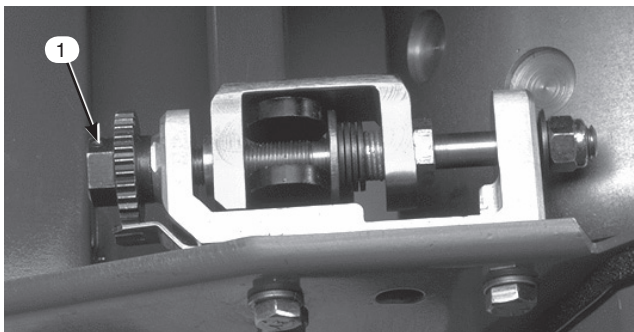

図10
2. ベッド・バー調整ネジ (図10と11) を左に回して、リールと下刃の接触を完全になくす。